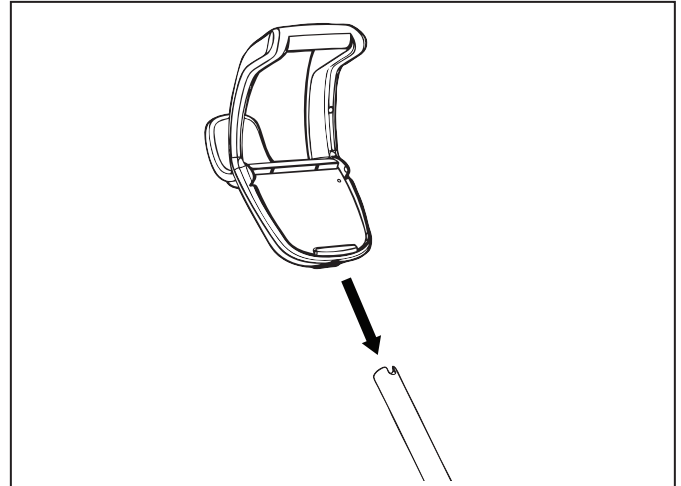

Figure 6. Fixer la poignée du chariot
7. Faites glisser la fixation de la base du boîtier de commande/poignée de chariot sur le tube en métal jusqu'à ce qu'elle s'enclenche (Figure 6).